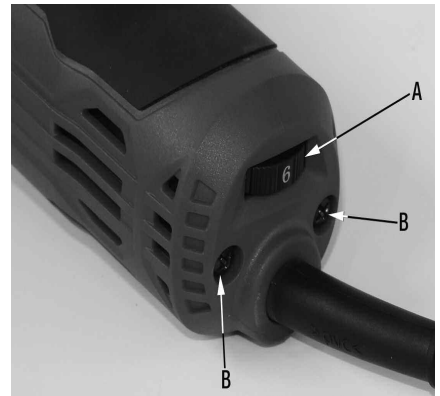

Figure 3
Cet outil vient avec un cadran qui contrôle la vitesse de l'outil. Pour augmenter la vitesse, tournez le cadran (A) Fig.3 vers la droite, pour diminuer la vitesse, tournez le cadran vers la gauche.
Retirez et vérifiez l'état des balais de carbone périodiquement (normalement à tout les 50 heures d'opération). Ils se trouvent à l'intérieur du boîtier du moteur. En utilisant un tournevis, dévissez les deux vis à tête bombée (B) Fig.3 qui retiennent le boîtier du moteur.